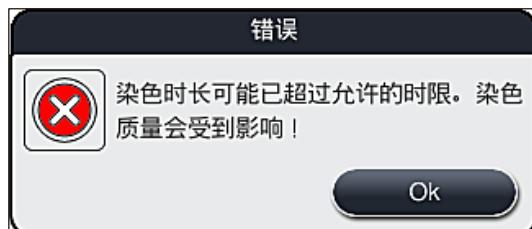

图 107
- 在确认该信息消息后, 将告知用户可能已超过染色周期, 即, 个别玻片架在某种条件下在试剂中或需撤回的站点中停留的时间过长, 这会影响染色质量。按下 **OK** 按钮确认该信息消息 (→ “图 107”), 继续操作。